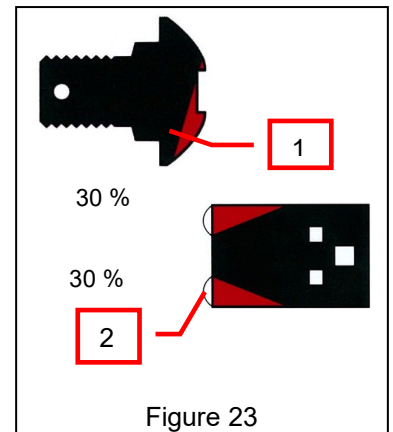

Figure 23
- Lorsque la tête de l'écrou du couteau est usée (1 Fig. 23), cela peut provoquer de graves accidents, par exemple le couteau est propulsé par la force centrifuge. Remplacez l'écrou de lame immédiatement après la disparition de la bosselure. En outre, remplacez (ou inversez) le couteau quand il est usé jusqu'à 30% (2, Fig. 23).